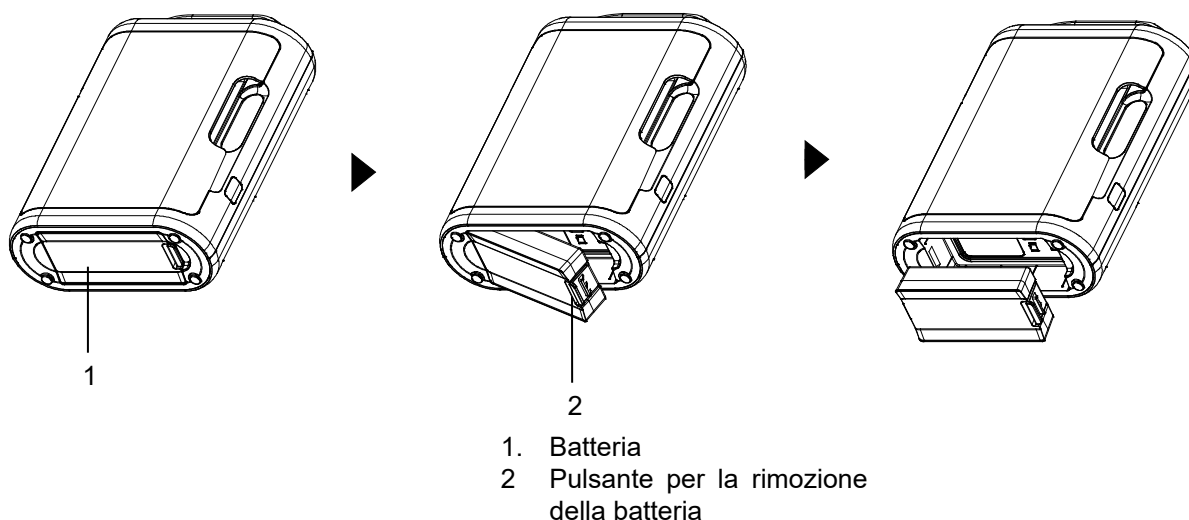

Figura 3. Rimozione della batteria
1. Tirare verso il basso mentre si preme il pulsante per la rimozione della batteria, quindi scollegare la batteria come mostrato nella Figura 3.